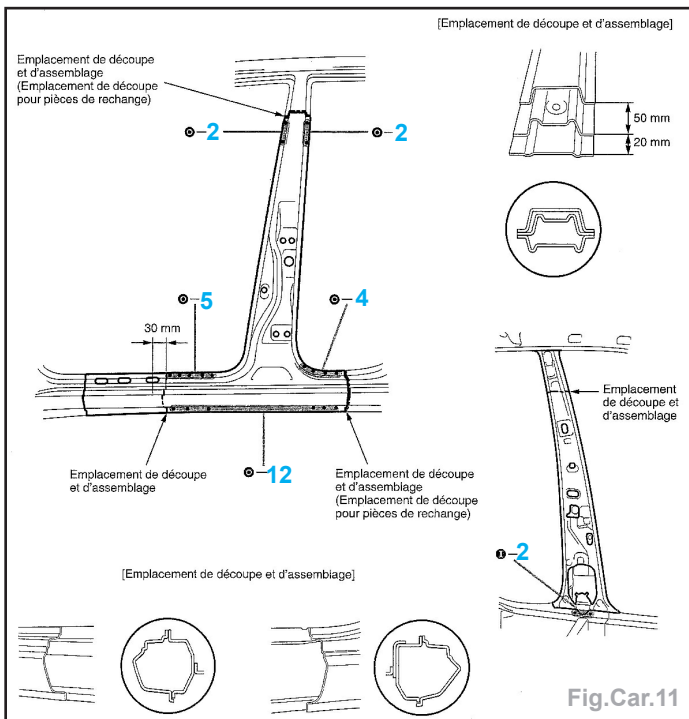

Fig.Car.11
- Tracer, puis découper à l'aide d'une meule assiette ou d'une scie alternative (Fig.Car.11).